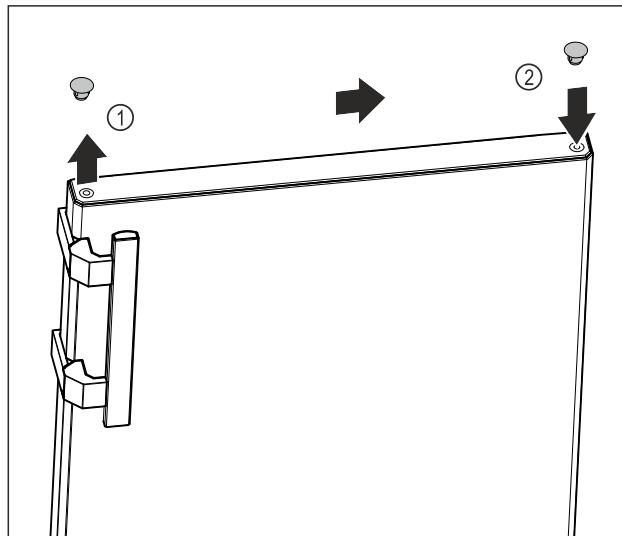

Fig. 13
- ▶ Ridicați cu precauție dopurile de acoperire de pe partea superioară a ușii Fig. 13 (1) cu șurubelnīță plată.
- ▶ Montați dopurile de acoperire pe partea opusă. Fig. 13 (2)